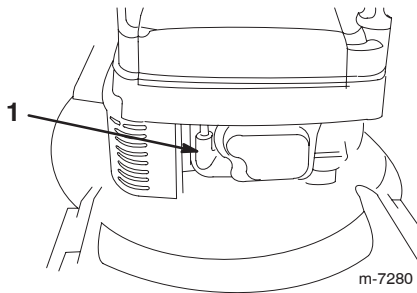

Bild 11
1. Stecken Sie den Zündkerzenstecker wieder auf die Zündkerze auf (Bild 11).